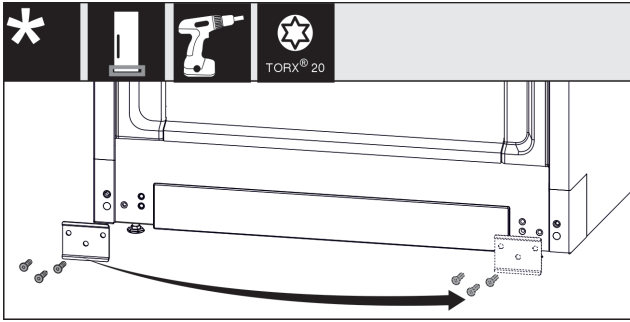

Fig. 13
- ▶ Irrota levy, siirrä se toiselle puolelle ja ruuvaa se takaisin kiinni. Fig. 13 (1)